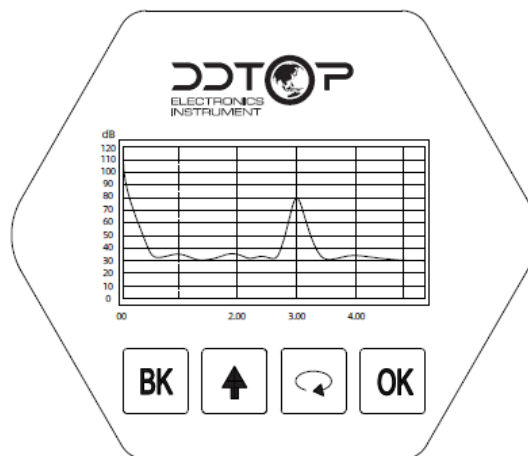

图 11 仪表面板
7.2.2 操作界面简介-图 11
仪表面板上 (图 11) 有 4 个按键, 通过 4 个按键可对仪表进行调试, 调试菜单的语言可选。调试后, 液晶屏显示测量值, 透过玻璃视窗可以非常清楚地读出测量值。